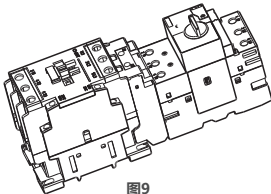

图9
7.2.5 将组装好的接触器、起动机、连接器放置在桌面上，使用一字或十字螺丝刀旋紧起动机上2/T1、4/T2、6/T3接线螺钉，拧紧扭矩分别为2N.m(CC-2(NS2))、6N.m(CC-3(NS2))。安装完成后如图9所示。